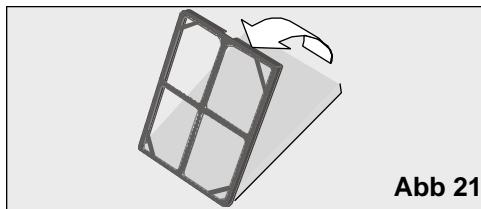

Abb. 21
- Überprüfen Sie, ob der Zusatzfilter im Halterahmen eingesetzt ist; andernfalls installieren Sie ihn wie in Abb. 21 gezeigt. Der dunkle Teil des Filters muss am Filterrahmen anliegen.